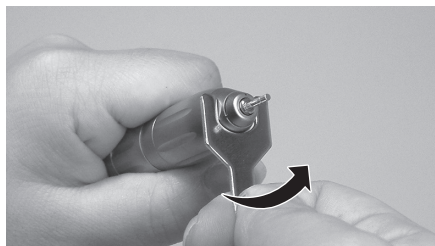

Fig. 10
- 1) Montez la clé de cartouche fournie avec la pièce à main sur le plat du nez de la pièce à main. Tournez la clé de cartouche comme l'indique la Fig. 10. Une fois qu'elle est desserrée, tournez le nez avec vos doigts et enlevez-le de la pièce à main.